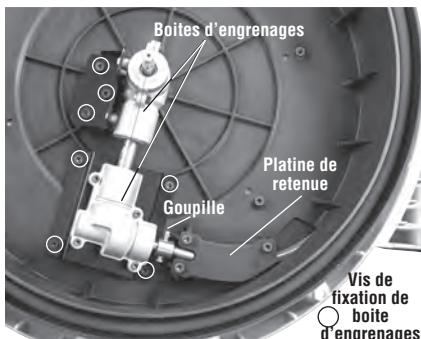

Figure 14 – Dégorgeoir ouvert
2. Retirez les vis d'assemblage du dégurgeoir à l'aide d'une clé Allen de 4 mm, puis ouvrez le tambour (*Figure 14*).
3. Retirez les vis de fixation de la platine de retenue, puis retirez la platine (*Figure 14*).